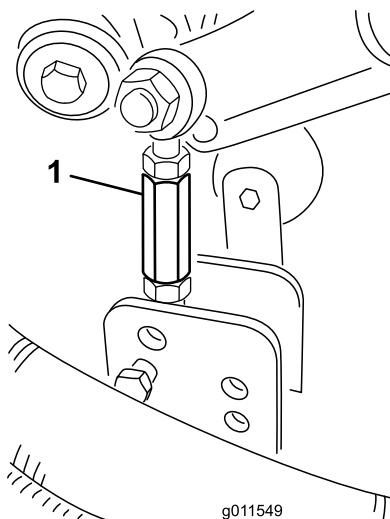

**Bild 26**
6. Drehen Sie die Spannstange, um den Gelenkarm anzuheben oder abzusenken, bis die Löcher mit den ausgewählten Löchern in der Schnitthöhenhalterung im Mähwerkrahmen ausgerichtet sind (Bild 25 und Bild 26).